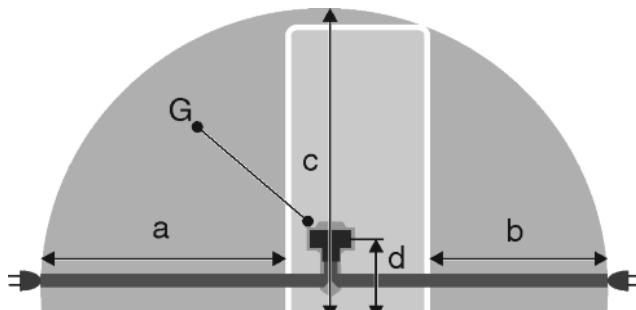

Fig. 27
- Utičnica se nalazi izvan područja bočne strane uređaja u navedenom području Fig. 27 (a, b, c).
- Utikač uređaja Fig. 27 (G) utaknite na stražnju stranu uređaja. Pripazite da ispravno uskoči.